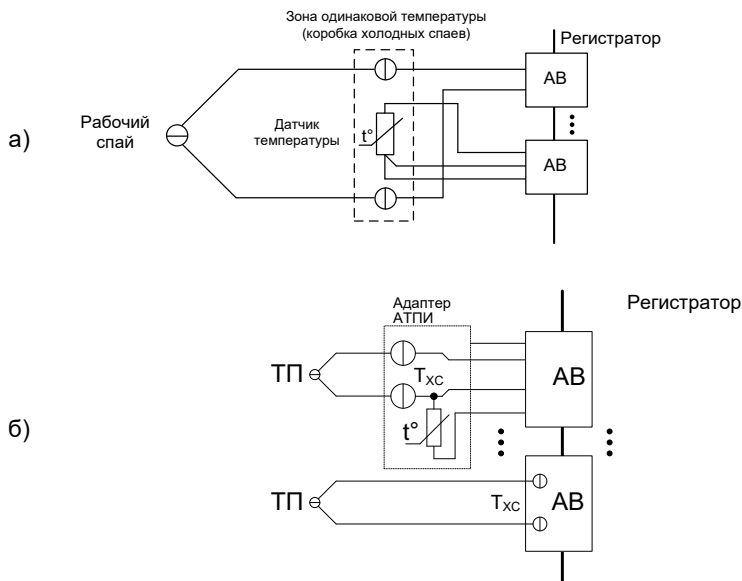

Рисунок 2.13 Компенсация холодного спая каналом регистратора:
- АВ1-АВ12, МВ1-МВ4 – измерение температуры холодного спая одним из каналов регистратора. Для этого следует сконфигурировать соответствующее количество каналов регистратора для измерения ТП и один канал для измерения температуры холодного спая (чаще всего – термопреобразователем сопротивления - ТС). Затем, у всех каналов ТП указать в качестве параметра "Изм-е Тхс" канал, измеряющий температуру холодного спая. При использовании для компенсации т.э.д.с. холодного спая адаптера АТПИ (рисунок 2.13 б) следует указать номер того канала, к которому он подключен.